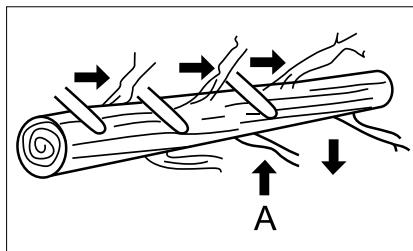

Рис. 18
Обрізка гілок проводиться з поваленого дерева. Не відрізайте гілки, що підтримують стовбур і не дозволяють йому скотитися (A), поки не розпиляєте стовбур (рис. 18).